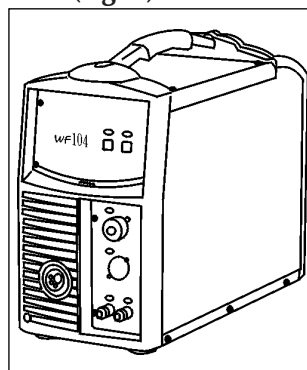

Fig. 5
2.2.1 Alimentador de fio WF104 (Fig. 5)